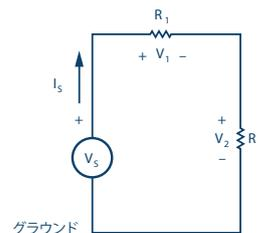

図 2. 電圧の分割が生じる回路
電圧や電流の分割を活用すれば、回路の解析を簡素化することが可能になります。例えば、分圧については、直列に接続した抵抗の両端の電圧のうち、いずれか 1 つの抵抗の両端でどれだけが降下するのかを求めることができます。例えば、図 2 の回路では、分圧について以下のような式が成り立ちます。
- ▶ a) 図 2 に示すような回路を構成します。 $R_1 = 4.7 \text{ k}\Omega$ 、 $R_2 = 1.5 \text{ k}\Omega$  に設定し、電圧源  $V_s$  として  $5 \text{ V}$  の固定電源を使用します。